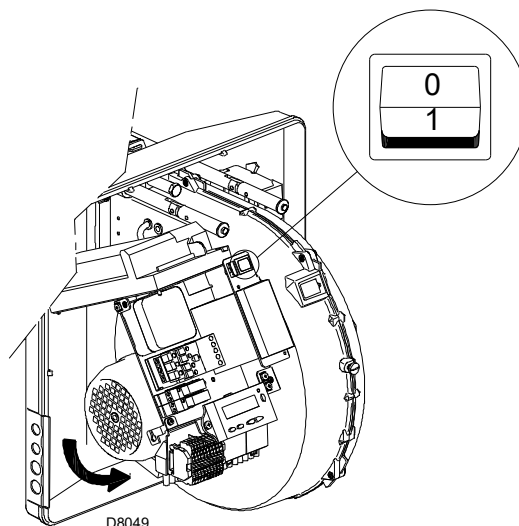

Рис. 26
Замкните термостаты/реле давления и установите выключатель Рис. 26 в положение «1».
Как только горелка включится, встаньте напротив охлаждающей внутренней крыльчатки двигателя вентилятора и проверьте, чтобы она вращалась против часовой стрелки. См. Рис. 26.
- Установите выключатель Рис. 26 в положение «0» и подождите, пока автомат горения не выполнит процедуру отключения.
Горелка находится в режиме ожидания тепла или переключатель «0-1» (Рис. 26 на стр. 30) установлен в положении «0».
С помощью переключателя «0-1» (Рис. 26 на стр. 30) горелка не остановится сразу, а выполнить стадию выключения.